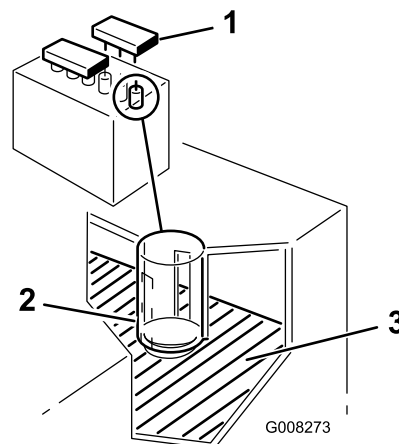

Figura 35
2. Retire los tapones de llenado. Si el electrolito no llega a la parte inferior del tubo (Figura 35), añada la cantidad necesaria de agua destilada; consulte cómo Añadir agua a la batería.
2. Retire los tapones de llenado (Figura 35).
3. Vierta lentamente agua destilada en cada célula de la batería hasta que el nivel llegue a la parte inferior del tubo (Figura 35).